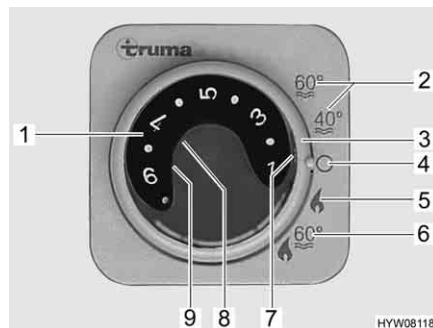

Fig. 189 Centralina di controllo per riscaldamento/boiler
- Impostare la modalità di funzionamento tramite l'interruttore girevole (Fig. 189,3).
A seconda della temperatura ambiente desiderata, il riscaldamento seleziona automaticamente il livello del bruciatore necessario. Al raggiungimento della temperatura ambiente desiderata, il bruciatore si spegne. Durante la modalità di funzionamento "Riscaldamento e boiler" (Fig. 189,6) è riscaldata anche l'acqua nel boiler. Nella modalità di funzionamento "Riscaldamento senza boiler" (Fig. 189,5) è possibile far funzionare il riscaldamento con il boiler vuoto.
- Impostare la manopola della temperatura (Fig. 189,1) sulla centralina di controllo scegliendo la potenza desiderata.
- Posizionare l'interruttore girevole (Fig. 189,3) su funzionamento invernale "Riscaldamento senza boiler" (Fig. 189,5) o "Riscaldamento e boiler" (Fig. 189,6).
Si accende la spia verde di controllo (Fig. 189,7).
- Posizionare l'interruttore girevole (Fig. 189,3) su "O" (Fig. 189,4).
La combinazione funzionamento a gas e funzionamento elettrico a 230 V diminuisce il tempo di riscaldamento del veicolo (è possibile solo se il riscaldamento viene impostato sulla centralina di controllo (Fig. 189) su funzionamento invernale).